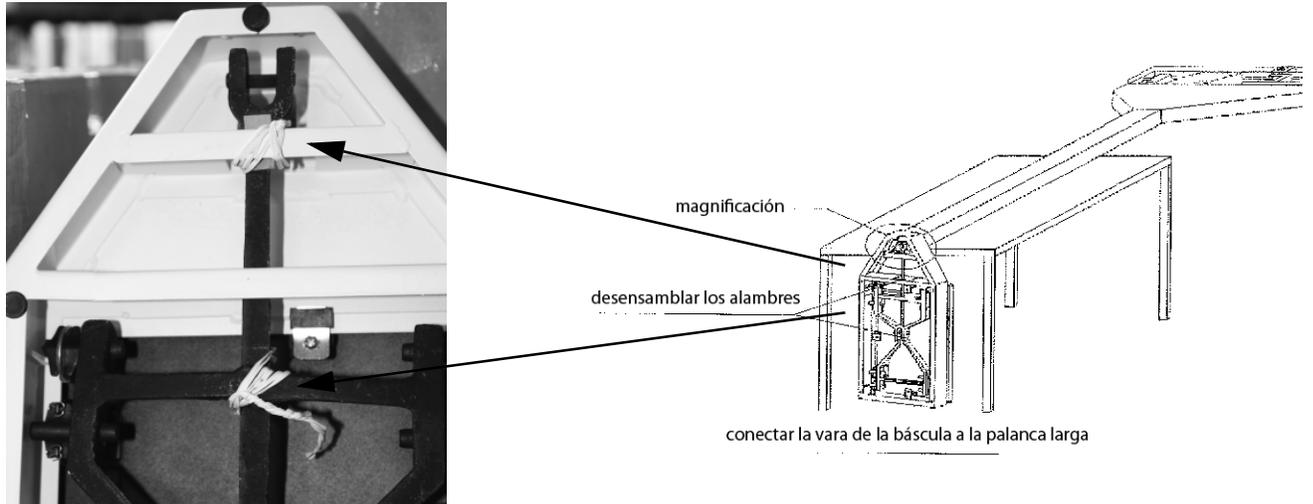

Figura 2-3. Coloquen la báscula sobre una mesa para tener acceso a la parte inferior de la báscula
1. Coloquen la báscula sobre una mesa como mostrado en la Figura 2-3.
2. Hay sujetacables que previenen que las palancas se desplacen durante su envío. Remuévanlos y boten los alambres que están en las palancas como mostrado en la Figura 2-3.